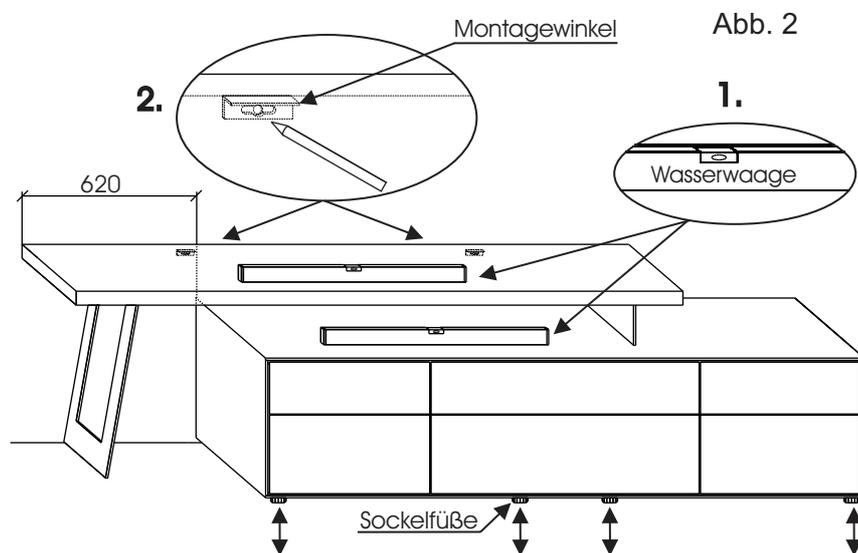

Abb. 2
5. Positionieren Sie das Unterteil an die Wand und stellen die TV-Brücke vorsichtig darauf. Der Abstand zwischen Brücke und Unterteil beträgt 620mm. (Abb. 2)
6. Richten Sie beide Elemente mit Hilfe der verstellbaren Unterteil - SockelfüÙe waagrecht aus. (Abb. 2)
7. Die TV-Brücke wird mit zwei vormontierten Montagewinkeln an die Wand befestigt. Übertragen Sie die Punkte der Winkel an die Wand. (Abb. 2)